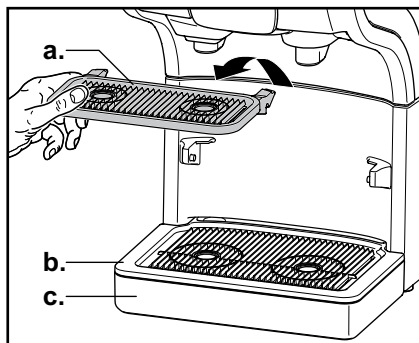

Fig. 49
2. Prelevare il portatazze (a.), la grata di sgocciolamento (b.) e la vaschetta di sgocciolamento (c.) (fig. 49).